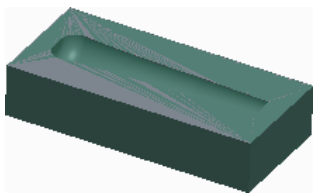

图 3.14.2 制造模型
Step1. 设置工作目录。选择下拉菜单 **文件**  **管理会话 (M)**  **选择工作目录 (C)**  更改工作目录。命令, 将工作目录设置至 D:\Creo 2.9\work\ch03\ch03.14。
Step2. 在工具栏中单击“打开”按钮 , 从弹出的“文件打开”对话框中, 选取三维零件模型——re_rough_mill.asm 作为制造零件模型, 并将其打开。此时工作区中显示图 3.14.2 所示的制造模型。